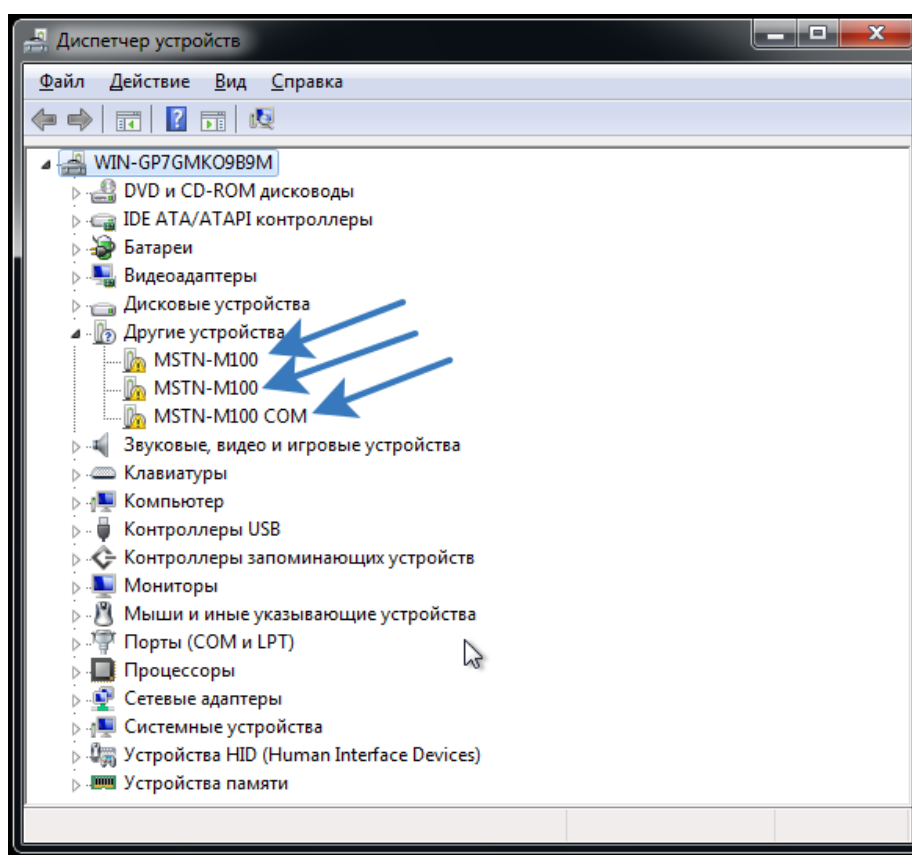

Рис. 8
- В NetBeans IDE кликните «Tools->Plugins->Downloaded->Add Plugins...» («Сервис->Подключаемые модули->Загружено->Добавить подключаемые модули»), перейдите в папку NB_Modules пакета Intec и выберите все файлы, лежащие в данном каталоге (имена непосредственно файлов модулей могут отличаться от представленных на рис.8):